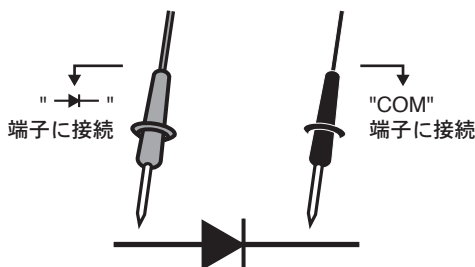

図 2-1
3. 図 2-1 に示すように、テストリードを半導体接合部 (ダイオードあるいはトランジスタ) に接続し、表示値を読み取ります。